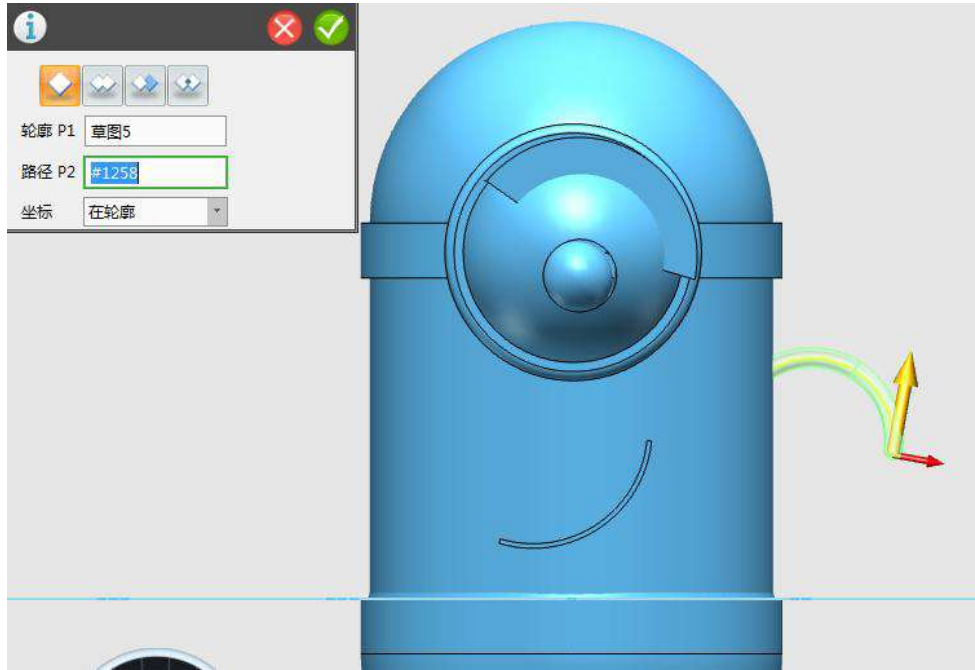

图 1-31
Step 31 点击前视图，选择扫掠命令，绘制一个弯曲的手臂，点击圆形，方向和路径如下图 1-31 所示：